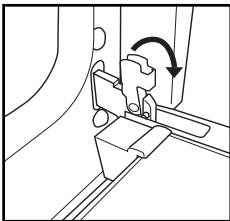

Fig. 1
2. Til de twee vergrendelingen van de scharnieren omhoog en naar voren tot ze niet verder kunnen (Fig. 1).